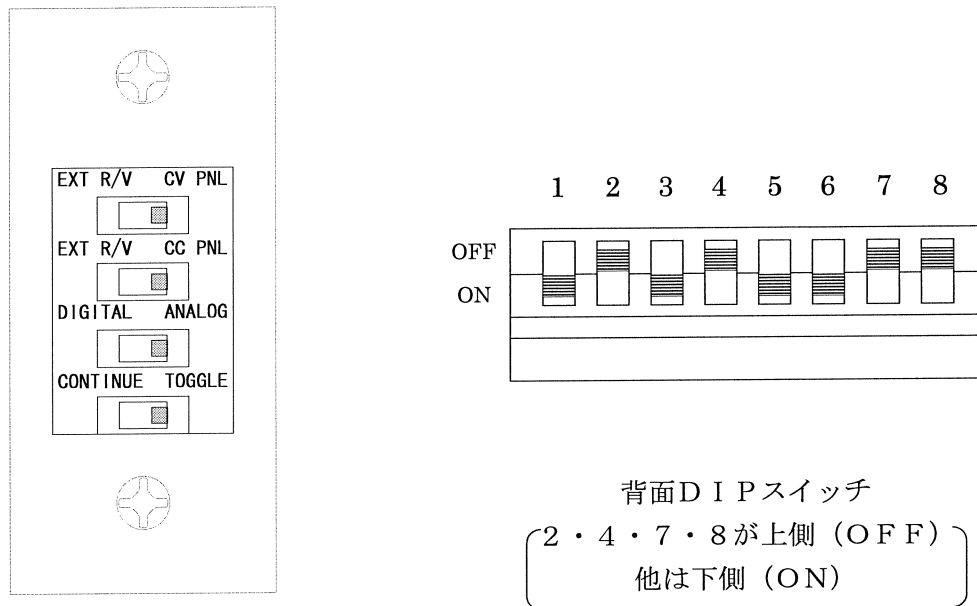

図3－1 工場出荷時の設定
前面カバー内のスイッチ類（⑭～⑰）と背面DIPスイッチ（SW1～8）が図3－1のようにになっていることを確認してください。